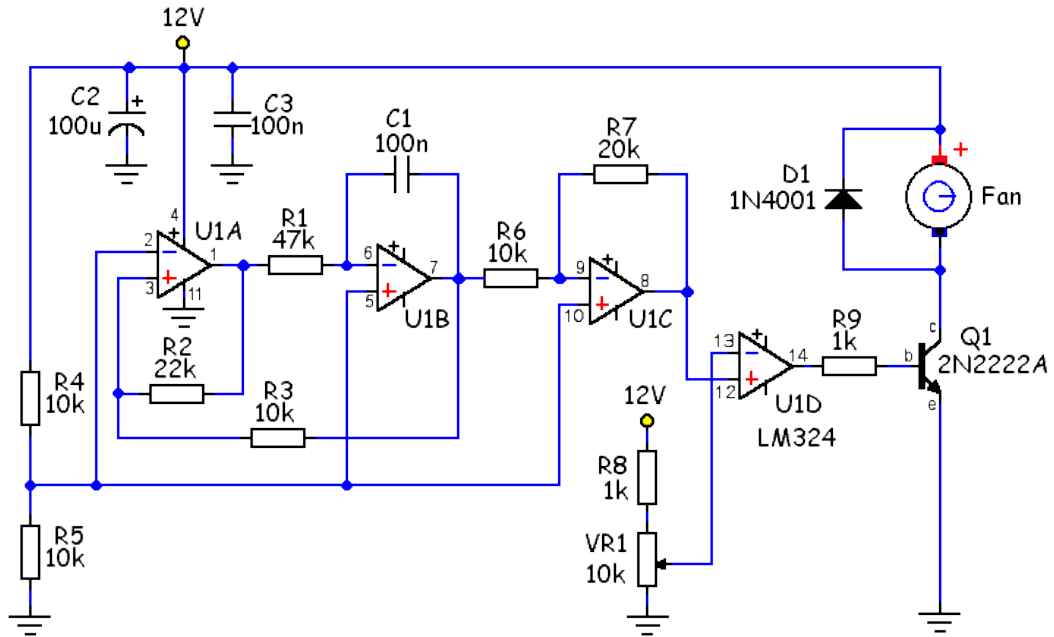

Figura 02. Circuito generador PWM con OPAM, para regular la velocidad de un motor CC.
**1.1 Circuito generador PWM con Opam.-** Simular el circuito de la figura 02 en Proteus, armar el circuito en protoboard, y verificar la forma de onda de salida PWM en el pin 14 del U1D.